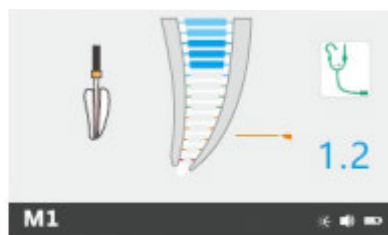

Рис. 25 Процесс измерения
- Измерение зоны апекса в корневом канале показано на Рис. 25.